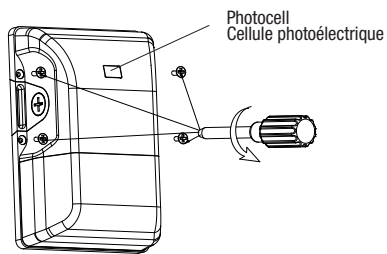

Fig. 1B
1. Unscrew the four screws (Fig. 1B).
1. Dévisser les quatre vis (Fig. 1B)